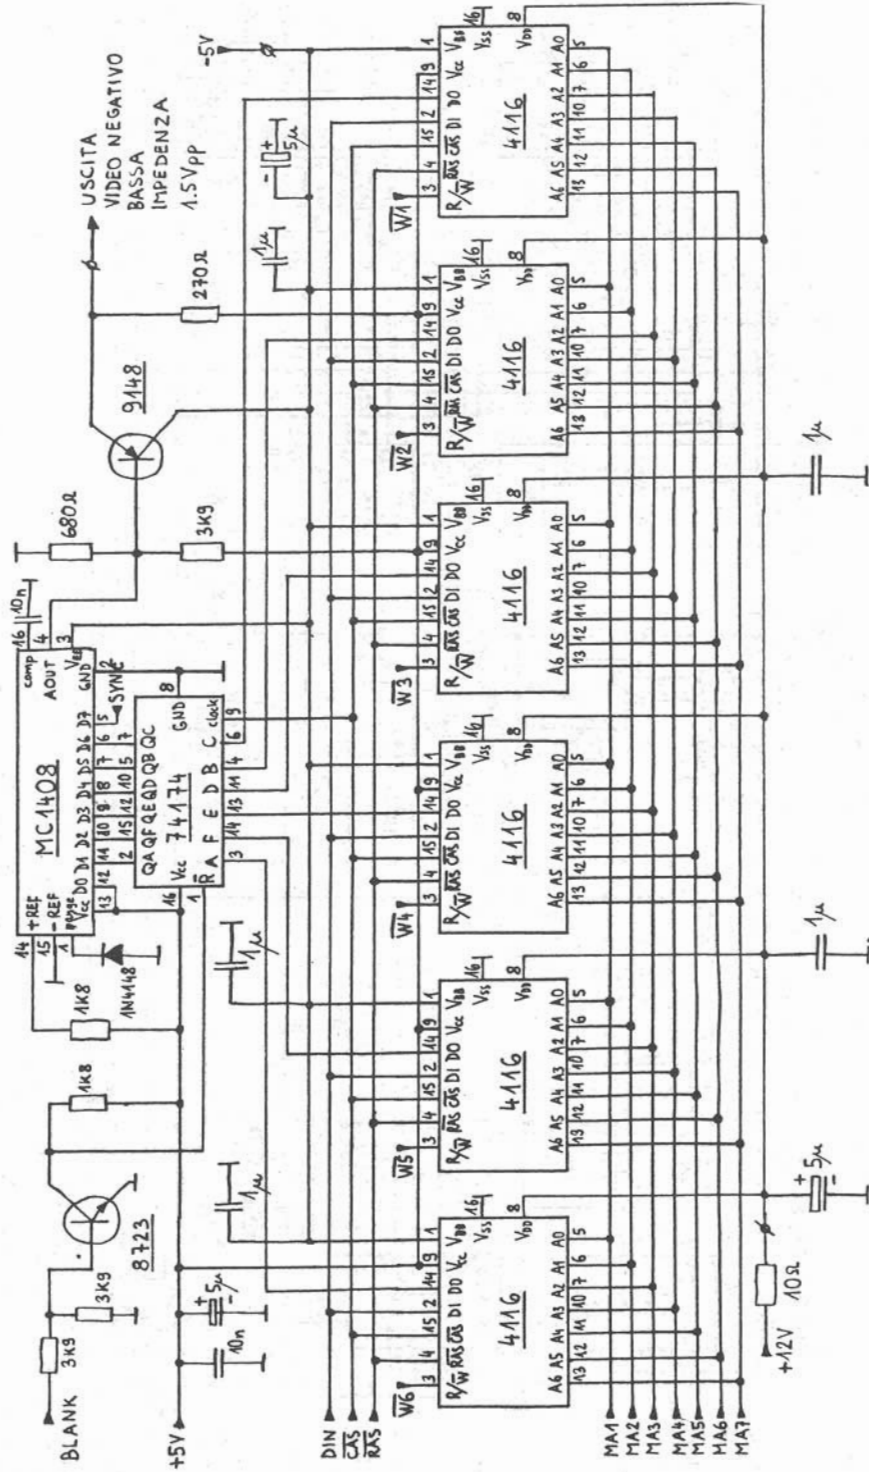

figura 12
In questo momento ha anche inizio il ciclo di trascrizione dalla memoria buffer nella memoria principale, che dura 8 linee TV. Il 4029 contatore dei bit è fatto avanzare dal clock di linea TV (HC), durante ogni linea (prime 6 linee delle 8 linee del ciclo) viene copiato nella memoria di quadro un bit di ogni elemento dell'immagine. Per primi vengono copiati i MSB di ogni elemento dell'immagine nella prima memoria 4116 (vedi figura 12), quando il segnale $\overline{W1}$ è a livello logico basso.
Nei circuiti vengono impiegate 6 memorie 4116, che memorizzano 128 linee di 128 elementi ciascuna con 6 bit per elemento d'immagine (vedi figura 12). In fase di lettura i 6 bit vengono letti in parallelo e inviati al latch 74174, il quale memorizzerà i dati durante il seguente ciclo di lettura. Il 74174 passa i dati poi al convertitore D/A MC1408 (MC1508). Lo MC1408 è un convertitore D/A a 8 bit. Ai bit più significativo (D7) vengono inviati gli impulsi di sincronismo TV. Ai seguenti 6 bit vengono inviati i dati dal latch 74174 e il bit meno significativo (D0) non viene utilizzato. L'uscita analogica dello MC1408 è un generatore di corrente, questa corrente è una frazione (determinata dagli ingressi digitali) della corrente che scorre nell'ingresso + REF. Un amplificatore operazionale interno al-
mo di corrente continua dalla V_{BB} è dell'ordine di pochi microampere, però in funzionamento scorrono forti correnti capacitive e perciò anche la V_{BB} deve essere bene bypassata. La resistenza da $10\ \Omega$ in serie all'alimentazione V_{DD} delle memorie (figura 12) serve per proteggere i circuiti TTL nel caso di cortocircuito tra le linee V_{DD} e V_{CC} , vicinissime sullo stampato.